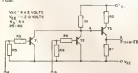

Figura 24 - Operador OR da família CTL
Como já foi dito anteriormente, esta família foi introduzida no mercado pela FAIRCHILD; é uma família e modo de comente (CM) sendo caracterizada por um tempo de propagação de 3ns para o seu operador fundamental mostrado na figura 24. A uma simples inspeção do circuito do seu operador verifica-se o porque da sua denominação: emprega transistores NPN e PNP - transistores complementares.
Em verdade, a série produzida pela FAIRCHILD recebeu a denominação CTL μ L. Seu operador fundamental é uma porta E/OU (AND/OR) que assume a função E em lógica negativa e a OU em lógica positiva (figura 24). As entradas, constituídas por transistores PNP são atacadas em base pelos sinais de entrada após passa-